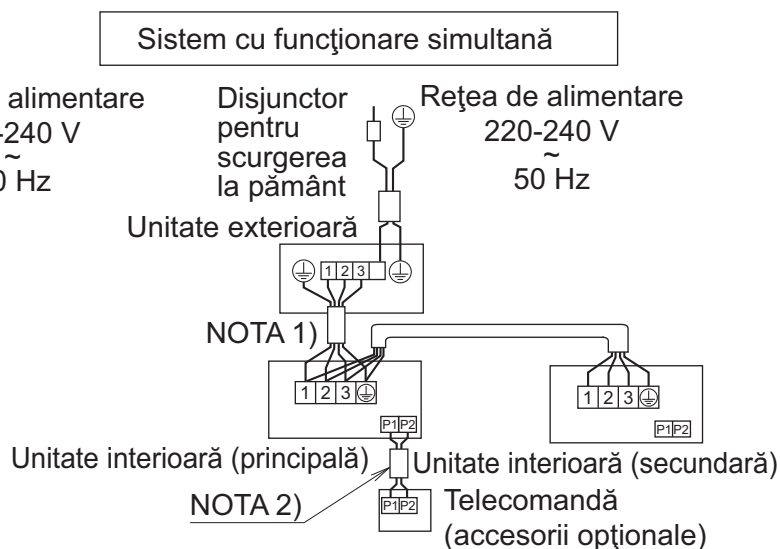

Fig. 41
- **Sistem de funcționare simultană:** 1 telecomandă controlează 2 unități interioare (2 unități interioare funcționează egal). (**Consultați Fig. 41**)